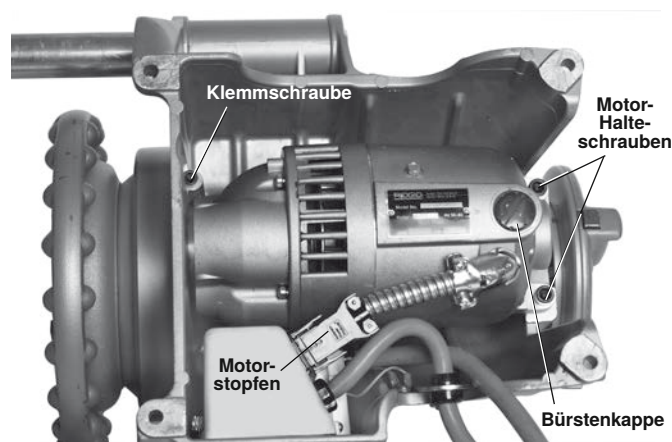

Abbildung 32 – Ausbau der Motorenabdeckung/Austausch der Bürsten
3. Stellen Sie die Maschine auf eine leere und stabile Werkbank. Drehen Sie die Maschine um, um Zugang zur Unterseite zu erhalten (*Abbildung 32*).